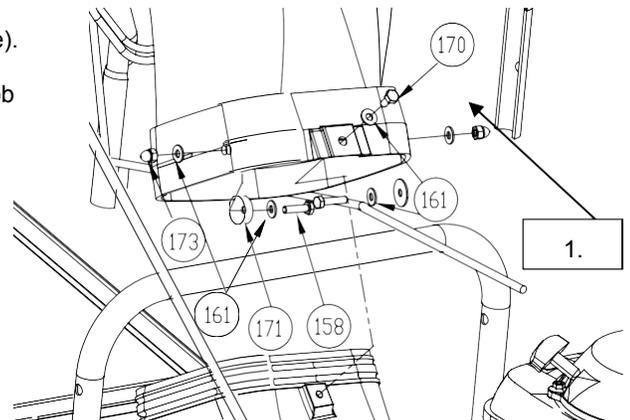

Abb. 2
2. Installieren Sie (Artikel 170) zuerst die Mittelschraube, wenn sie mit einer Mutter am Gehäuse ausgerichtet ist. (Siehe Abb. 2)
3. Befestigen Sie den Rest der Haubenbaugruppe mit entsprechender Hardware am Gehäuse. *HINWEIS:* Sie müssen den Bolzen/die Unterlegscheibe von innen einführen, indem Sie durch die Haube greifen. (Siehe Abb. 2)